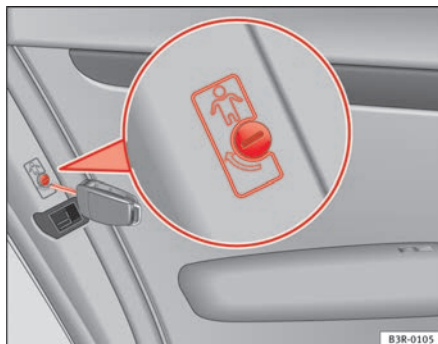

Fig. 77 Sistema de segurança para crianças nas portas traseiras
- Rode a chave no sentido da seta ⇒ **fig. 77**.